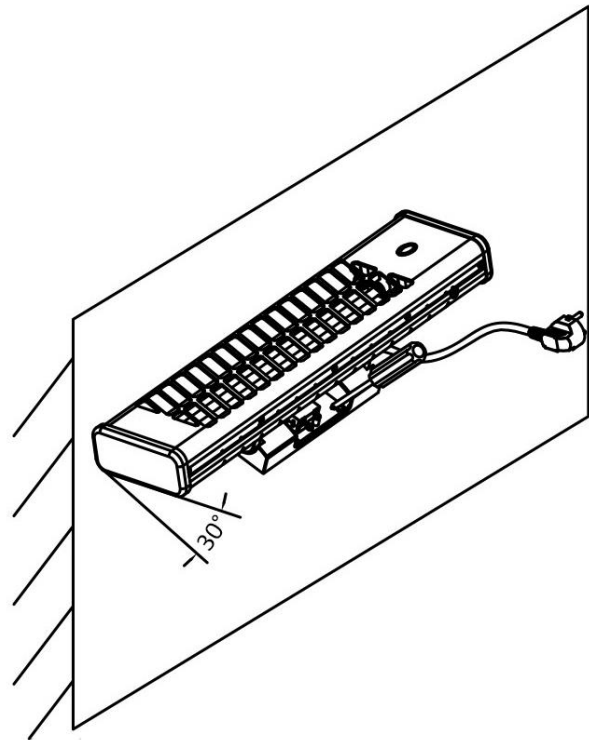

Fig.6
7. Vip varmeren på væggen helt op, og stram derefter de to skruer for neden på vægophænget. (Se fig. 6)